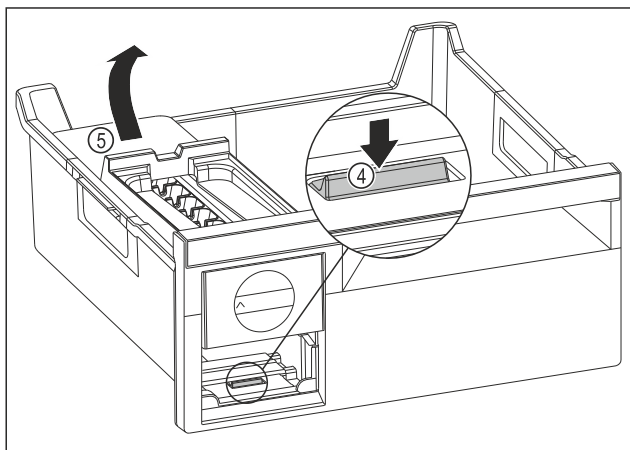

Fig. 74
- ▶ Odstranjevanje glavnega dela EasyTwist-Ice: Spono Fig. 74 (4) s prstom potisnite navzdol in hkrati z drugo roko glavni del EasyTwist-Ice Fig. 74 (5) od zadaj dvignite.